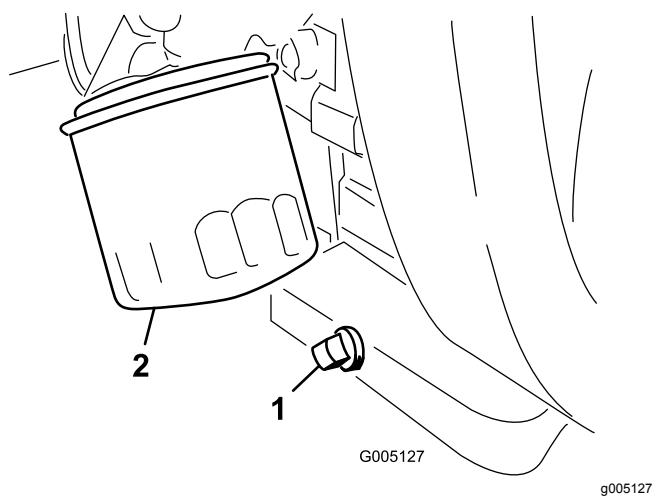

Figura 47
1. Togliete il tappo di spurgo (Figura 47) e lasciate defluire l'olio in una bacinella. Quando l'olio cessa di defluire, rimontate il tappo.
2. Togliete il filtro dell'olio (Figura 47). Spalmate un leggero strato di olio pulito sulla nuova guarnizione del filtro.